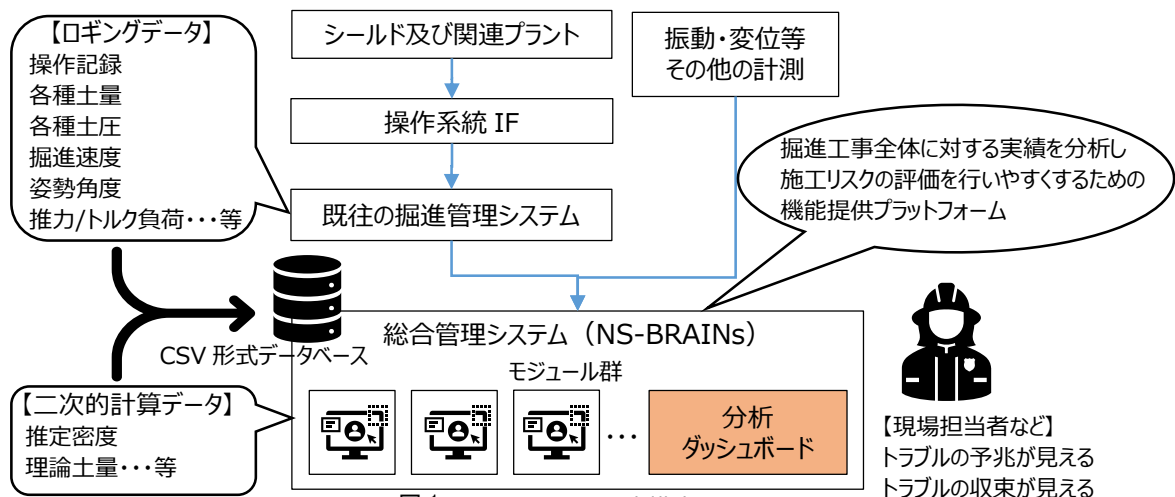

図 1 NS-BRAINS の基本構成
## (1) NS-BRAINS の概要（図 1）
NS-BRAINS は、連携する掘進管理システムからロギングデータの全量を受取り、可搬性の良い CSV 形式として指定場所に蓄積する（図 1）。蓄積したデータは、過去の掘進を再現するリプレイ表示、管理アイデアを具現化した新たな分析モジュールの開発、環境・操作とその結果が対となる教師データセット（機械学習目的）の提供など、データが基礎となる必要なデータベースとして機能する。